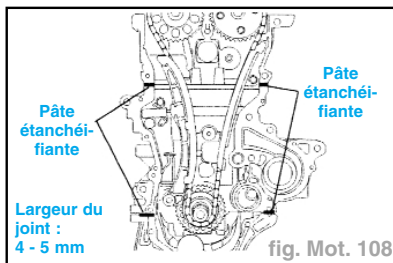

fig. Mot. 108
- Appliquer de la pâte étanchéifiante aux 4 endroits indiqués (fig. Mot. 108) :